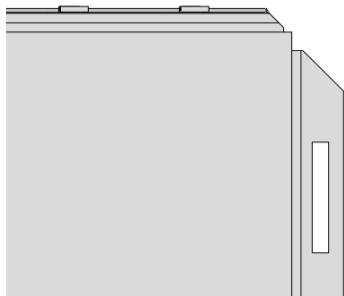

图 13-79 创建拉伸切除特征
(10) 退出草图环境，弹出【切除-拉伸】属性管理器，单击【确定】按钮, 即可创建拉伸切除特征，如图 13-79 所示。